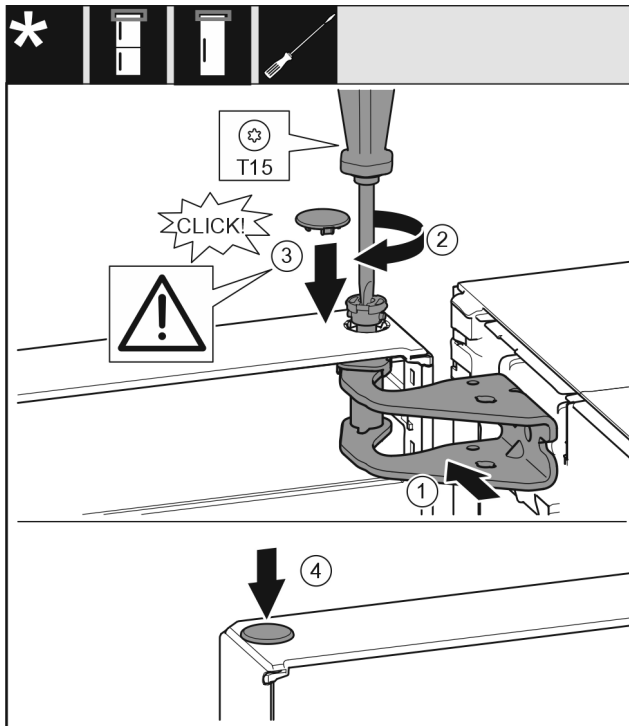

Fig. 23
- ▶ Kohdista ovi ylhäältä laakeripukin aukkoon. Fig. 23 (1)
- ▶ Aseta pultit Fig. 23 (2) ja kierrä kiinni ruuvimeisselillä.
- ▶ Oven varmistavan suojakannen Fig. 23 (3) asennus: Aseta suojakansi ja tarkasta, että se on oven päällä. Aseta pultit muuten kokonaan sisään.
- ▶ Aseta tulppa Fig. 23 (4).